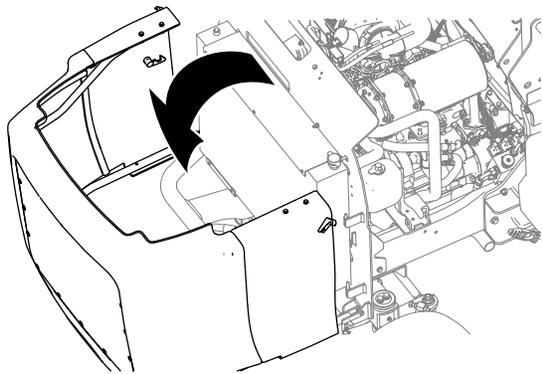

Figura 66
5. Sbloccate e aprite il cofano (Figura 66).